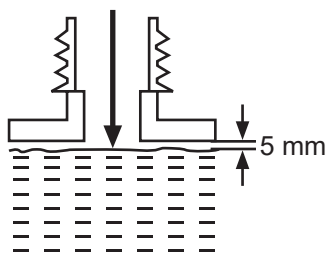

Fig. 8
4. Adicione combustível adequado ao depósito de combustível. Deixe um mínimo de 5 mm de espaço entre o topo do combustível e a extremidade interior do depósito para permitir a expansão (fig. 8).